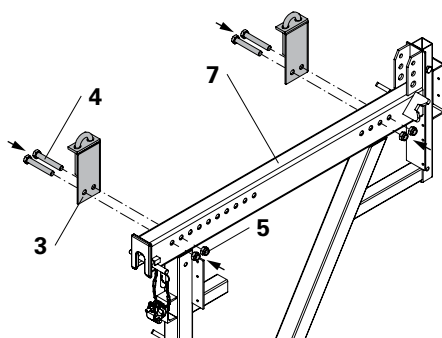

Fig. 7
1. Rimuovere (Ch 30) i dadi (5) M20.
2. Introdurre due viti esagonali (4) M20 (Ch 30) nella piastra ad angolo (3) e inserirle nel lato esterno della mensola CB 160 (7). (Fig. 7)
3. Avvitare i dadi (5) e stringerli.